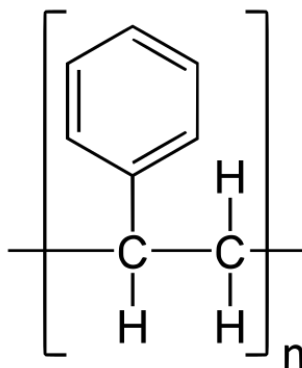

Рис. 10. Фигурка из ABS пластика после химической обработки в ацетоновой бане
- Простая механическая и химическая обработка. ABS легко шкурится и сверлится, а при помощи ацетоновой бани можно добиться идеально гладкой поверхности (рис.10).